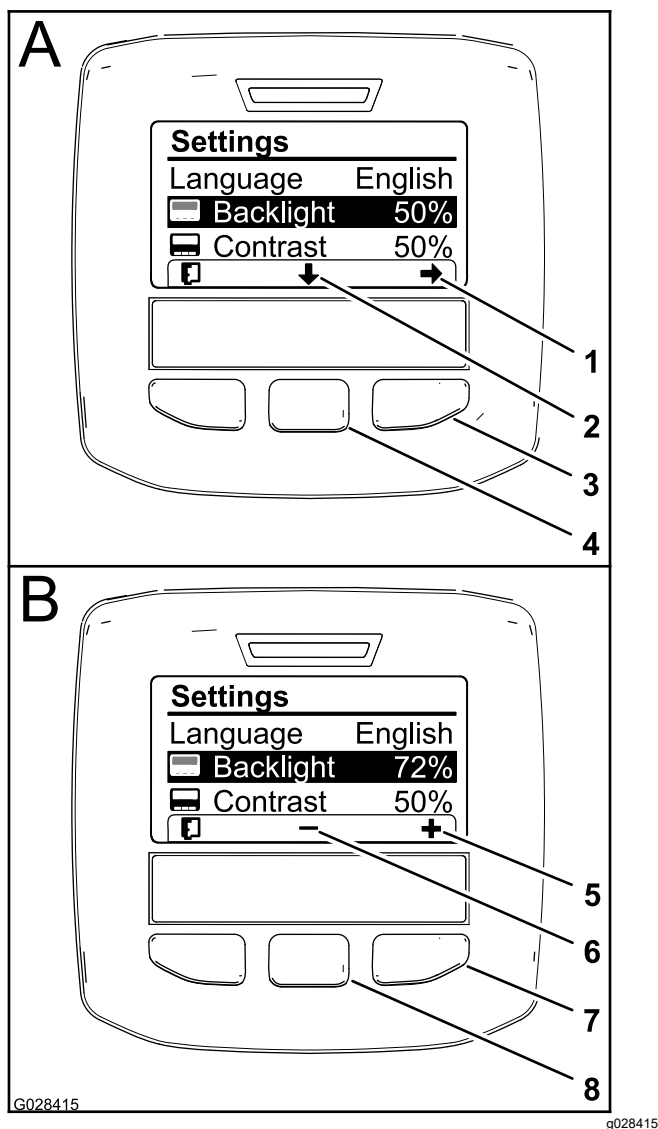

Figure 63
2. Pour régler l'intensité du rétroéclairage, appuyez sur le bouton de sélection central (situé sous la flèche vers le bas dans l'affichage) pour sélectionner l'option de réglage du rétroéclairage (Figure 63).
3. Appuyez sur le bouton de sélection droit pour afficher le menu contextuel de réglage de la valeur (Figure 63).
4. Utilisez les boutons de sélection droit et central pour modifier la luminosité de l'affichage (Figure 63).
5. Appuyez sur le bouton de sélection gauche (situé sous l'icône de liste dans l'affichage) pour sauvegarder votre sélection, quitter le menu Rétroéclairage et retourner au menu Réglages (Figure 63).
6. Pour régler le contraste de l'affichage, appuyez sur le bouton de sélection central (situé sous la flèche vers le bas dans l'affichage) pour sélectionner l'option de réglage du contraste (Figure 63).
7. Appuyez sur le bouton de sélection droit pour afficher le menu contextuel de réglage de la valeur (Figure 63).
8. Appuyez sur le bouton de sélection gauche (situé sous l'icône de liste dans l'affichage) pour sauvegarder votre sélection, quitter le menu Contraste et retourner au menu Réglages (Figure 63).
9. Appuyez sur le bouton de sélection gauche pour quitter le menu Réglages et retourner au menu principal (Figure 61 et Figure 63).
10. Appuyez sur le bouton de sélection gauche pour retourner à l'écran d'accueil (Figure 63).